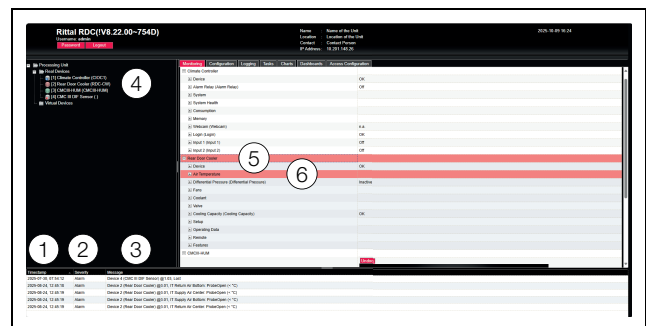

Abb. 96: Aufbau der Meldungsanzeige
1. Timestamp: Datum und Uhrzeit, wann der Fehler aufgetreten ist (Abb. 96, Pos. 1).
2. Severity: Schwere des aufgetretenen Fehlers. Es wird unterschieden zwischen Warnungen („Warning“) und Alarmen („Alarm“) (Abb. 96, Pos. 2).
3. Message: Fehlermeldung im Klartext (Abb. 96, Pos. 3).
- Linker Bereich (Navigationsbereich): Das Symbol vor der Komponente, an der der Fehler aufgetreten ist, wird im Navigationsbereich bei einer Alarmlmeldung rot, bei einer Warnmeldung gelb eingefärbt (Abb. 96, Pos. 4).
- Rechter Bereich (Konfigurationsbereich): Auf der Registerkarte **Monitoring** wird die gesamte Komponente sowie der spezielle Parameter, für den die Warnung bzw. der Alarm anliegt, rot bzw. gelb eingefärbt (Abb. 96, Pos. 5 und 6).